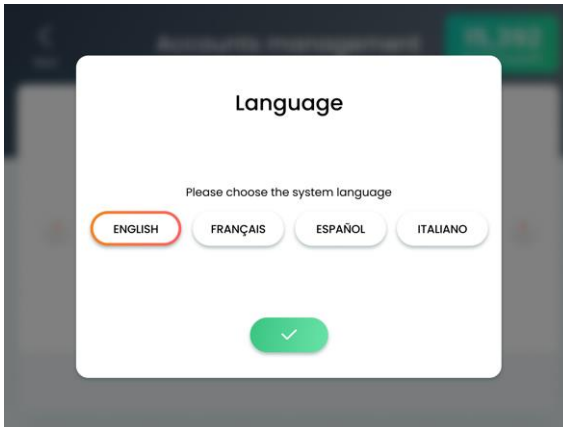

Figure 6-16. Écran de la langue
2. Dans l'écran de paramétrage, appuyez sur l'icône **Language** (Langue), illustrée au Tableau 6-1 ; l'écran de sélection de la langue apparaît, comme illustré à la Figure 6-16.